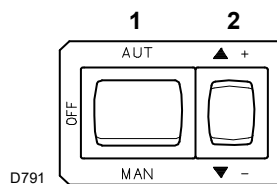
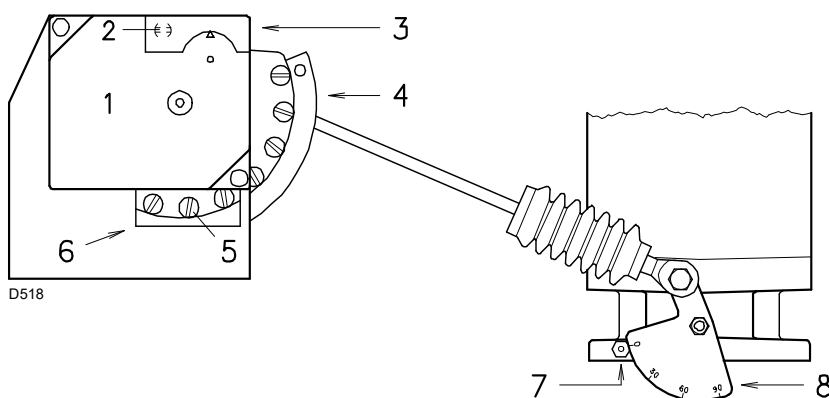
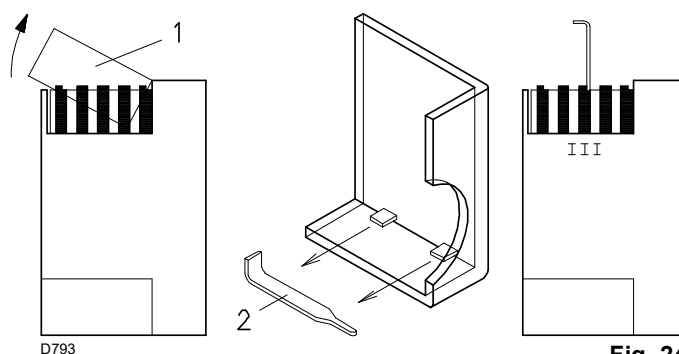

Fig. 22
Fig. 23
Fig. 24
Cerrar los telemandos y poner el interruptor 1)(Fig. 22) en la posición "MAN".
Presionar ahora el pulsador 2)(Fig. 22) "aumento de potencia" y mantenerlo presionado hasta que el servomotor haya abierto el registro del aire y la válvula de mariposa del gas a 90°.
Variar progresivamente el perfil final de la leva 4)(Fig. 23), actuando sobre los tornillos de la leva que aparecen en el interior de la abertura 6)(Fig. 23).
Leyenda (Fig. 23)
Presionar el pulsador 2)(Fig. 22 en la pág. 24) “disminución de potencia” y mantenerlo presionado hasta que el servomotor haya cerrado el registro del aire y la válvula de mariposa del gas hasta 20° (regulación de fábrica).
- Si se desea disminuirlo, reducir un poco el ángulo de la leva III (Fig. 24) mediante pequeños desplazamientos sucesivos, es decir, pasando del ángulo de 20° a 18° - 16°....
- Si es necesario aumentarlo, presionar levemente el pulsador “aumento de potencia” 2)(Fig. 22 en la pág. 24) (abrir 10-15° la válvula de mariposa del gas), aumentar el ángulo de la leva I II (Fig. 24) con pequeños desplazamientos sucesivos, es decir, pasando del ángulo 20° a 22° - 24°....
Para el reglaje eventual de la leva I II, extraer la tapa 1), introducir a presión (Fig. 24), sacar la chaveta 2) situada en el interior e introducirla en el encaje de la leva I II.
Variar progresivamente el perfil inicial de la leva 4)(Fig. 23), actuando sobre los tornillos de la leva que aparecen en el interior de la abertura 6)(Fig. 23).
Presionar un poco el pulsador 2)(Fig. 22 en la pág. 24) "aumento de potencia" de forma que un nuevo tornillo 5)(Fig. 23) aparezca en el interior de la abertura 6)(Fig. 23) y regularlo hasta obtener una combustión óptima.
Apagar el quemador interviniendo en el interruptor 1)(Fig. 22 en la pág. 24), posición OFF, liberar la leva de perfil variable, colocando en posición vertical la ranura 2)(Fig. 23) del servomotor.